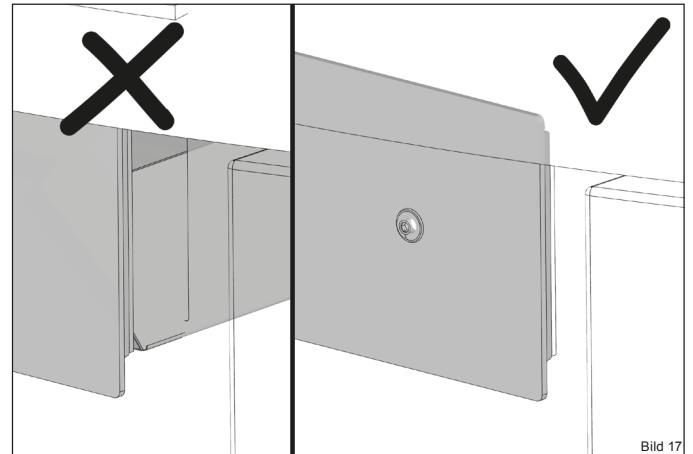

Bild 17
- ✓ Schieben Sie den Aschebehälter wieder in die Öffnung, so dass dieser bündig mit der Dichtung anliegt (Bild 17).